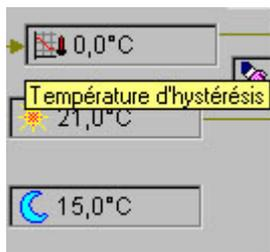

Figure 2.77 :
- Température d'Hystérésis : cette température est un offset additionné ou soustrait selon le fonctionnement à la consigne d'hors-gel, afin de créer deux fourchettes de contrôle (figure 2.77).